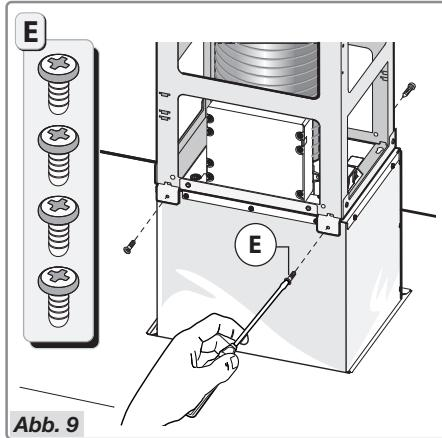

Abb. 9
- Befestigen Sie die Konstruktion **C** mithilfe der 4 Schrauben **E** (Abb. 9) am Motorgehäuse.